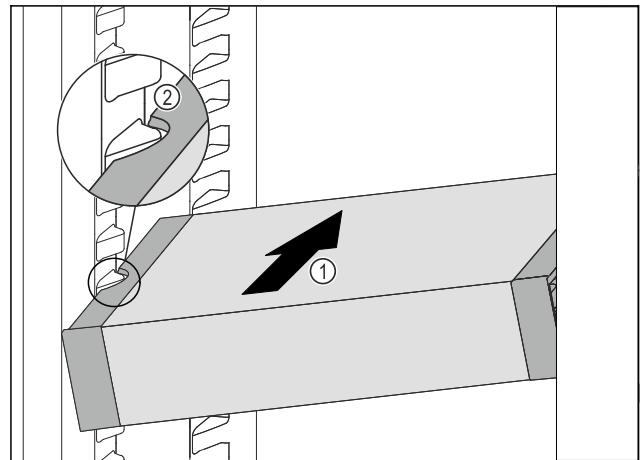

Fig. 94
- VarioSafe schräg in das Kühlteil einschieben Fig. 94 (1), bis sich die seitlichen Aussparungen Fig. 94 (2) des Vario-Safes auf Höhe der Behälterrippe im Kühlteil befinden.